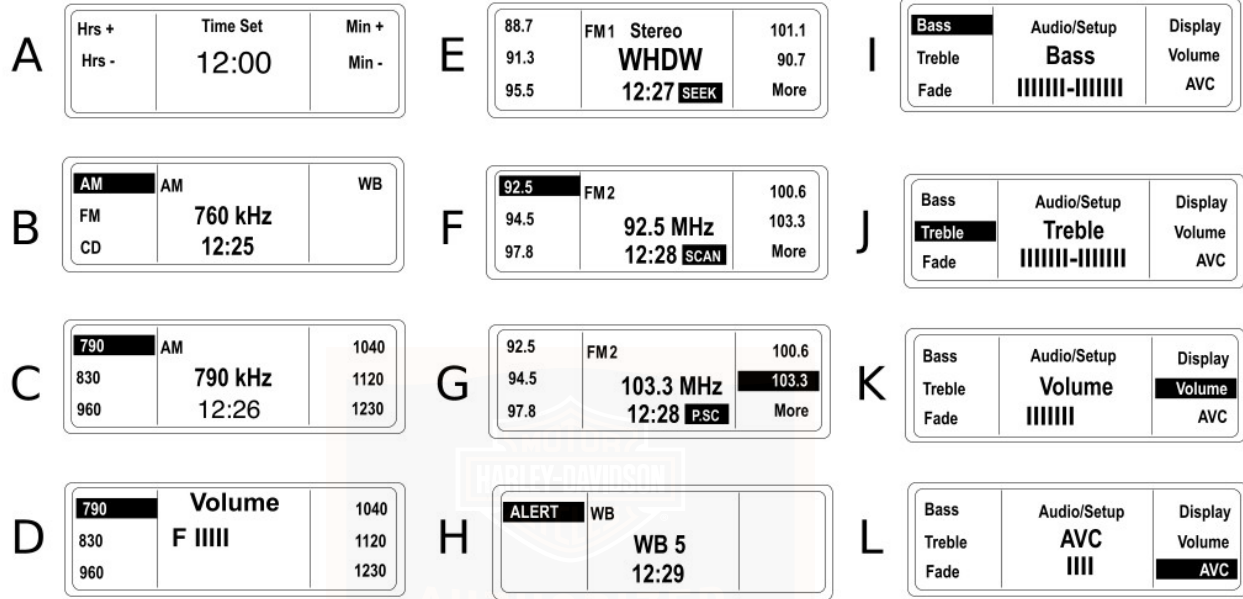

Figura 35. Ejemplos de pantallas LCD
Vea A en Figura 35. Para aumentar las horas en la pantalla presione la tecla suave Hrs+. Para disminuir las horas presione la tecla suave Hrs-. Cuando la hora esté correcta, suelte la tecla suave.
Vea B en Figura 35. La pantalla de cristal líquido resalta la banda seleccionada.
Vea D en Figura 35. Siempre que esté funcionando el receptor, el volumen puede ajustarse presionando el interruptor de **AUDIO** hacia arriba (+) para aumentar el volumen o hacia abajo (-) para disminuir el volumen.
Vea E en Figura 35. Normalmente, el sistema Advanced Audio reproduce las señales FM en estéreo. La pantalla de cristal líquido indicará **STEREO** (estéreo).
Vea H en Figura 35. Emitidas por la Administración Oceánica y Atmosférica Nacional (National Oceanic and Atmospheric Administration) (NOAA) se dispone de las frecuencias de la banda nacional del clima (WB) en Norteamérica solamente.
Vea E en Figura 35. En el modo SEEK (buscar), la radio sintoniza la siguiente estación con señal fuerte.
Vea F en Figura 35. Presione y sostenga el interruptor **MODE SEL** (selección de modo) hacia arriba (**UP**) o abajo (**DN**) aproximadamente 5 segundos, para explorar la banda y encontrar estaciones de señales fuertes. Cada emisora fuerte permanece sintonizada aproximadamente 8 segundos antes de que la radio automáticamente explore la siguiente emisora. El receptor continuará explorando hasta que se cancele la exploración.
Vea C en Figura 35. AM puede almacenar 6 frecuencias preseleccionadas.
*Vea E y F en Figura 35. Las bandas separadas FM1 y FM2 permiten que el motociclista almacene 2 juegos de 5 frecuencias FM preseleccionadas (total de 10). Use la tecla suave **More** (más) para cambiar entre FM1 y FM2. El rango completo de frecuencias FM puede seleccionarse en FM1 o FM2.*
Vea G en Figura 35. En el modo SCAN (explorar) preseleccionado la radio sintoniza continuamente de una emisora preseleccionada a la siguiente hasta que se cancela el SCAN (explorar) preseleccionado. Se mostrará un icono P.SC mientras el SCAN (explorar) preseleccionado está activo.
Vea D en Figura 35. El volumen se ajusta con el interruptor de **AUDIO** en la empuñadura del lado izquierdo. Con el pulgar izquierdo presione el interruptor de **AUDIO** hacia arriba (+) para aumentar el volumen o hacia abajo (-) para disminuir el volumen. La pantalla LCD muestra la palabra "Volume" y una
Vea K en Figura 35. El volumen también puede ajustarse en Audio/Setup (configuración de audio).
BASS (bajos): Vea I en Figura 35. Presione **AUDIO** para mostrar Bass Audio/Setup (configuración de audio/bajos). Con el pulgar izquierdo presione el interruptor de **AUDIO** hacia arriba (+) para aumentar el rango de bajos o hacia abajo (-) para disminuir el rango de bajos. La pantalla de cristal líquido muestra la palabra Bass (bajos) y una línea punteada
TREBLE (agudos): Vea J en Figura 35. Desde Bass Audio/Setup (configuración de audio/bajos), presione y suelte **AUDIO** para cambiar a Treble (agudos). Con el pulgar izquierdo presione el interruptor de **AUDIO** hacia arriba (+) para aumentar el rango de agudos o hacia abajo (-) para disminuir el rango de agudos.
Vea J en Figura 35. La pantalla LCD muestra la palabra Treble (agudos) y una gráfica de barras que cambia de longitud de acuerdo con el ajuste. La raya corta en el centro indica un ajuste mediano.
Vea L en Figura 35. El AVC (control de automático de volumen) automáticamente ajusta el nivel del volumen para